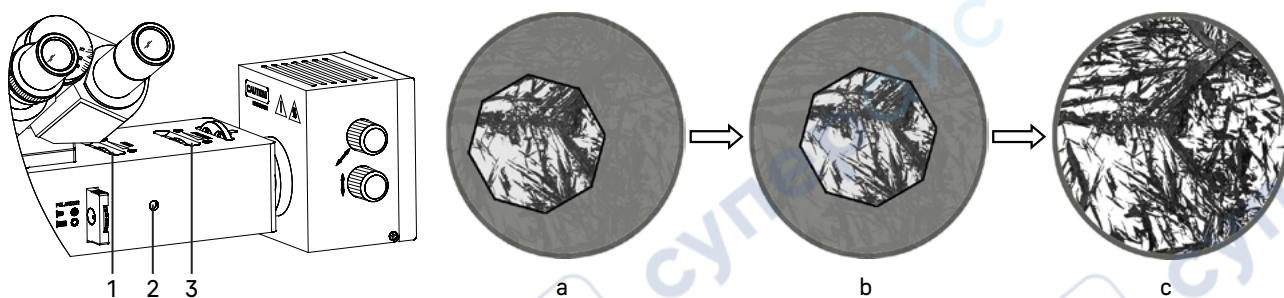

Рис. 10. Настройка освещения по Кёлеру
2. Откройте апертурную диафрагму **3** и закройте полевую диафрагму **1**, в поле зрения появится светлое пятно, как показано на рис. 10.
3. Если светлое пятно отклоняется от центра поля зрения, как показано на рис. 10а, отрегулируйте центрирующий винт **2** с помощью двух ключей-шестигранников, чтобы центр полевой диафрагмы совпал с центром поля зрения, как показано на рис. 10б.
4. Откройте полевую диафрагму, чтобы изображение наблюдаемого образца заполнило поле зрения, как показано на рис. 10с.